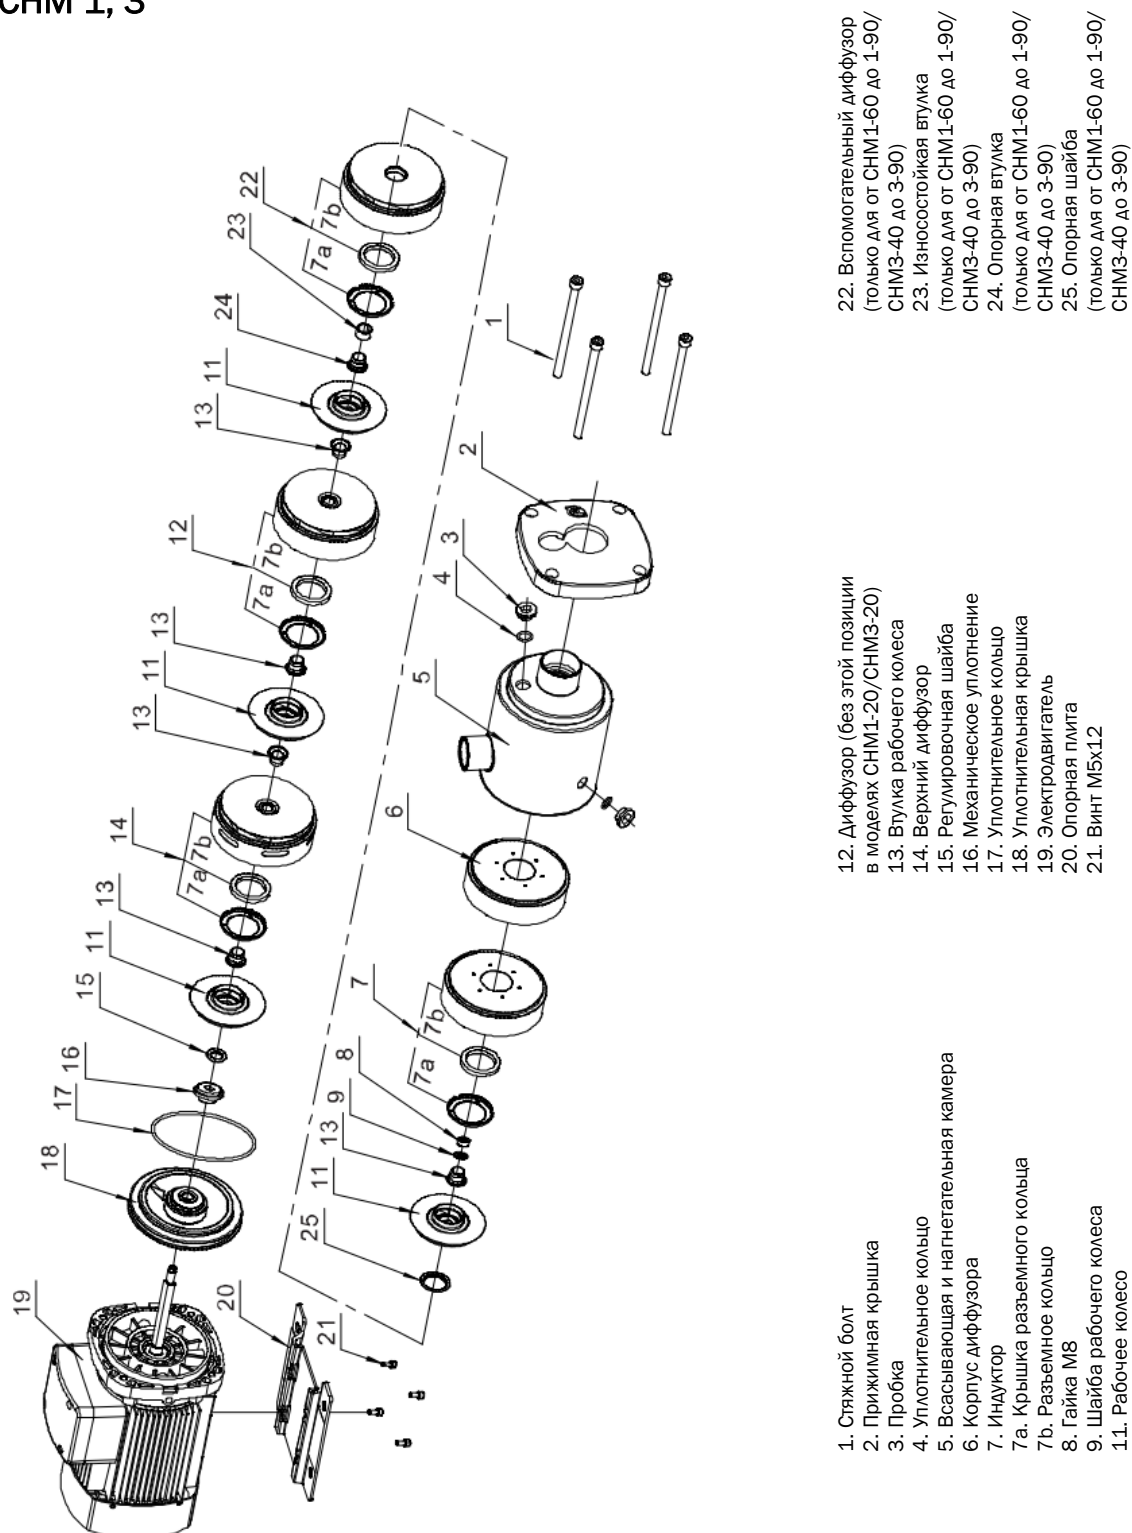
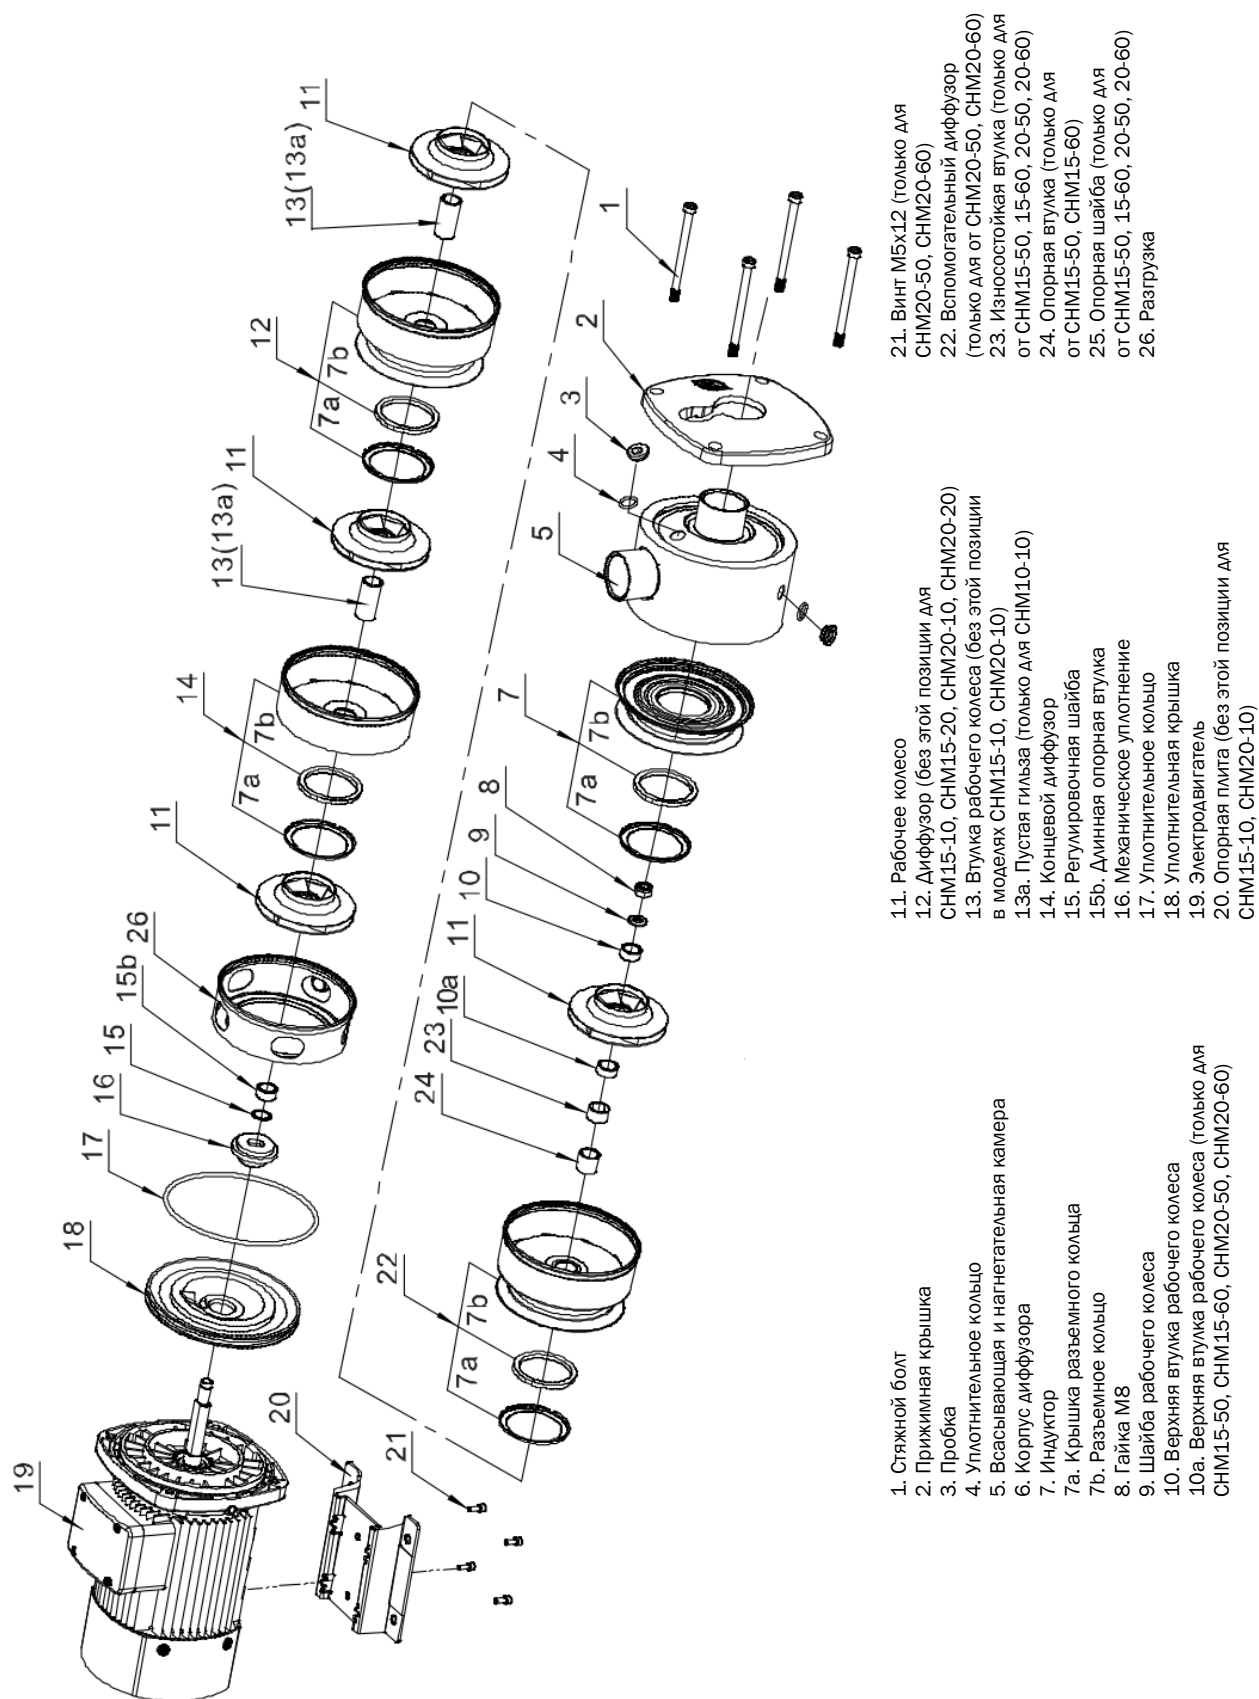

Рис. 9 Конструкция насоса СНМ 1, 3
Рис. 12 Конструкция насоса СНМ 15, 20
5.2 Разборка насоса (Рис. 9 – Рис. 12)